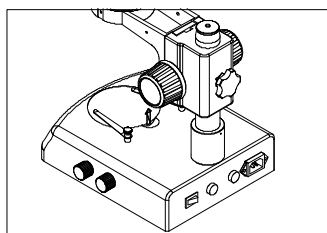

图 1
(一) 可用手指指尖从凹处直接将工作板掀起（如图 1）。
- (一) 把手指放在工作板的一个凹槽内，向上抬起并取出工作板(如图 1)。